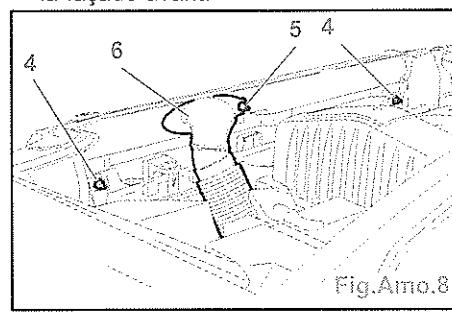

Fig.Amo.8
- Déposer (Fig.Amo.8) :
- les vis (4),
- la vis (5),
- le raccord d'alimentation d'air (6),